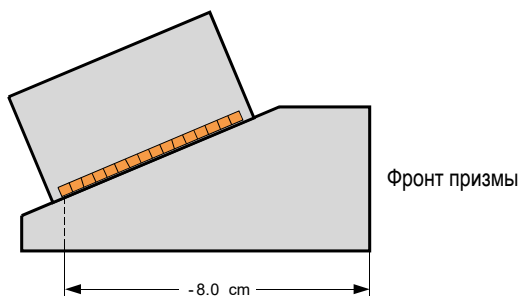

Рис. 4-7 Измерение первичного смещения
- d) Выберите **Первич. смещ.**, а затем введите значение первичного смещения, которым является расстояние между фронтом призмы и центром первого элемента ПЭП (см. Рис. 4-7 на стр. 118).